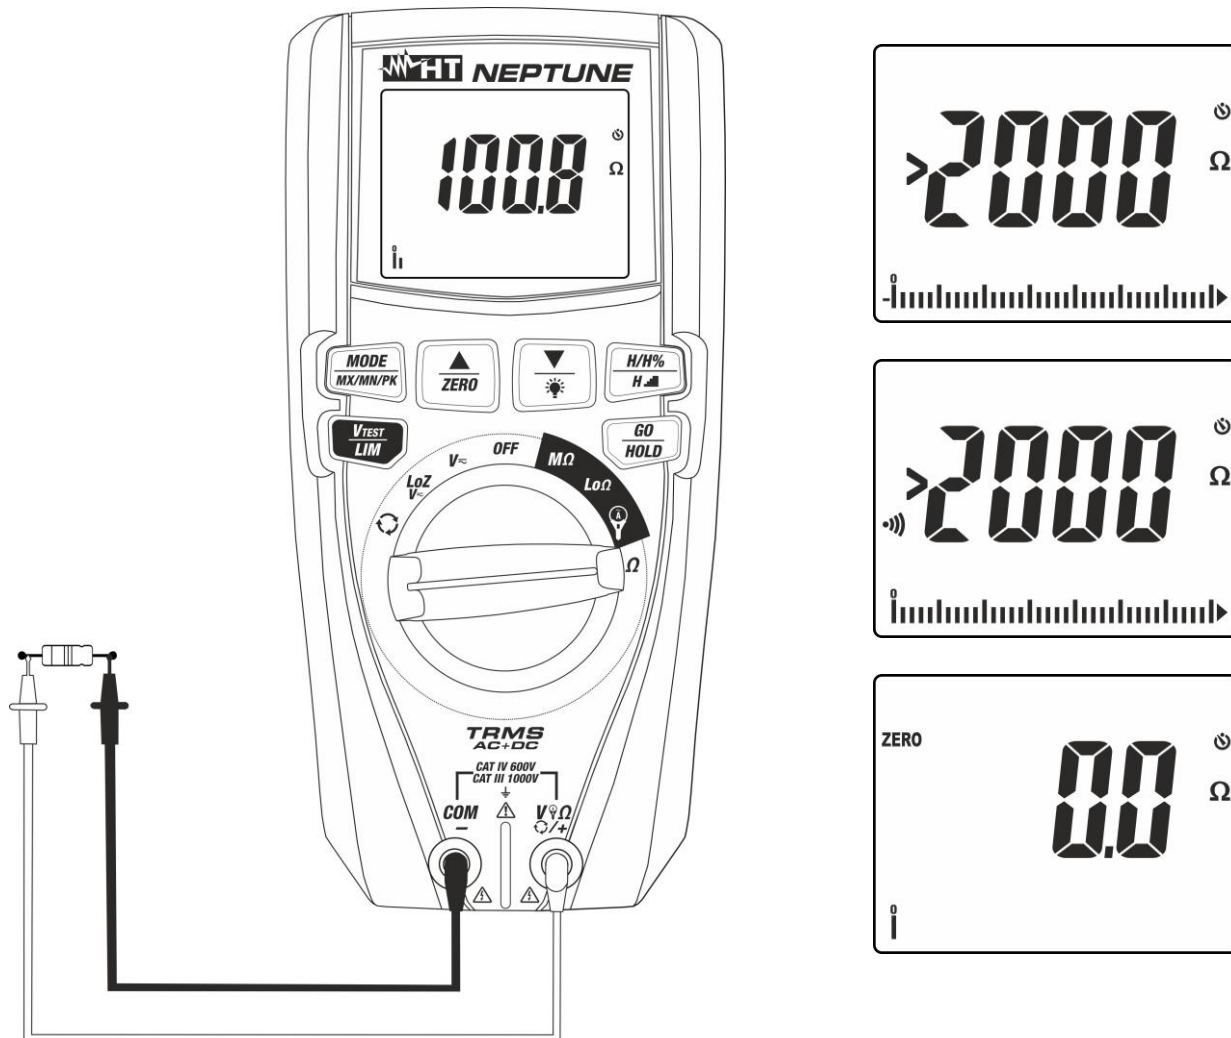

Fig. 9: Uso del instrumento para medida de Resistencia y Prueba de Continuidad
4. Posicione las puntas en los puntos deseados del circuito en examen (ver la Fig. 9). El valor de la resistencia se muestra en pantalla
5. Si en el visualizador se muestra el mensaje ">2000Ω" (ver la Fig. 9) se ha alcanzado el fondo escala del instrumento